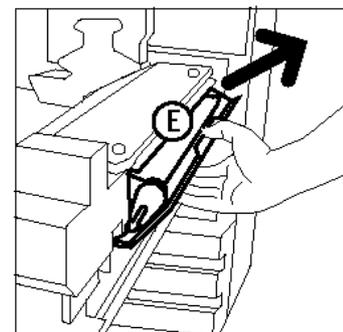

Figure 45 : Retrait de la bande de nettoyage
- 5 Abaissez lentement la bande de nettoyage (E) et tirez-la vers la droite pour la retirer de la machine (figure 45).